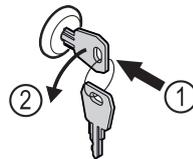

Fig. 159
- ▶ Inserire la chiave. Fig. 159 (1)
- ▶ Ruotare la chiave di 90° in senso antiorario. Fig. 159 (2)